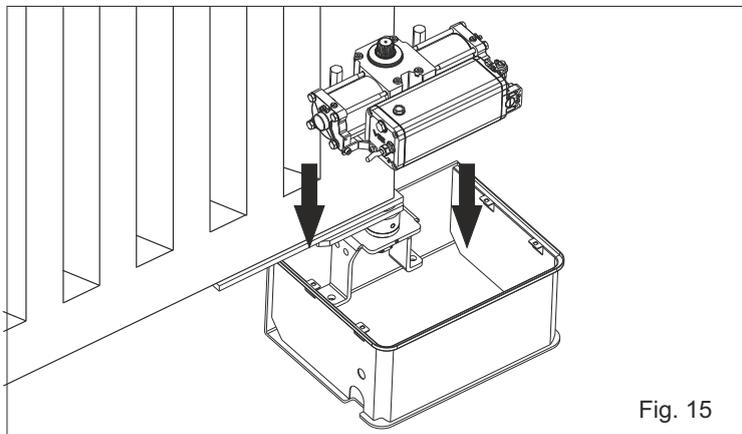
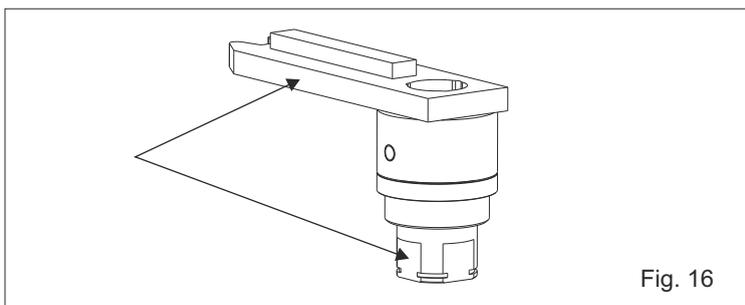
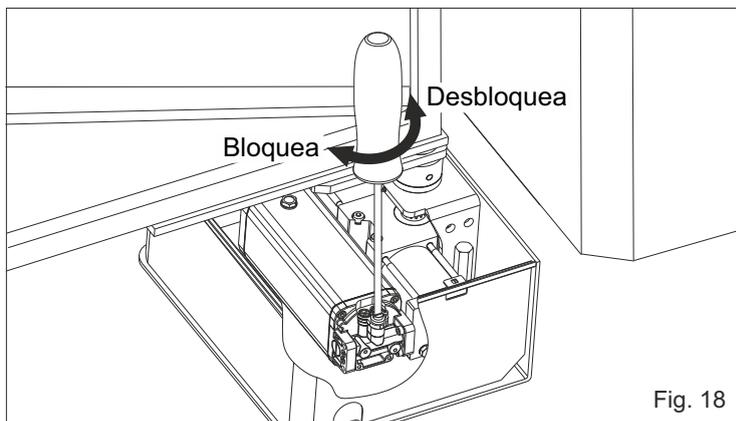

Fig. 15
Fig. 16
Fig. 18
4.1. introducir manualmente el operador en la caja portante (Fig. 15) y inserir el árbol acanalado del operador en el eje acanalado de la caja fijando el actuador con los tornillos especiales (Fig.16). Para facilitar el inserimento ondear la hoja (Fig. 18)
-Inserir el destornillador en el tornillo de desbloqueo y girar de 180° aproximadamente es sentido anti-horario (Fig. 18).